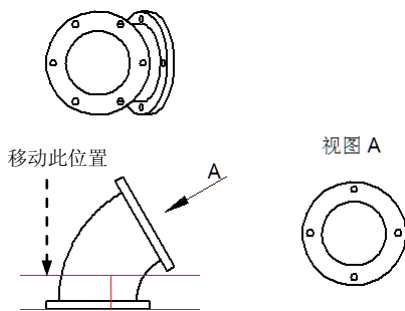

图 4.3.36 选取深度位置
Step4. 在图纸中选中左上角的视图，在其边界框线上右击，在弹出的快捷菜单中选择 **设置图纸视图深度** 命令，系统弹出“设置图纸视图深度”命令条。移动鼠标指针到左上角的视图上，此时出现红色的深度控制线，在图 4.3.36 所示的位置单击以定义深度设置。